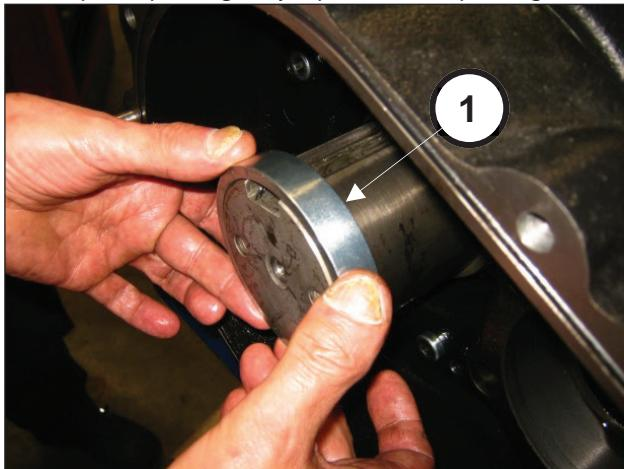
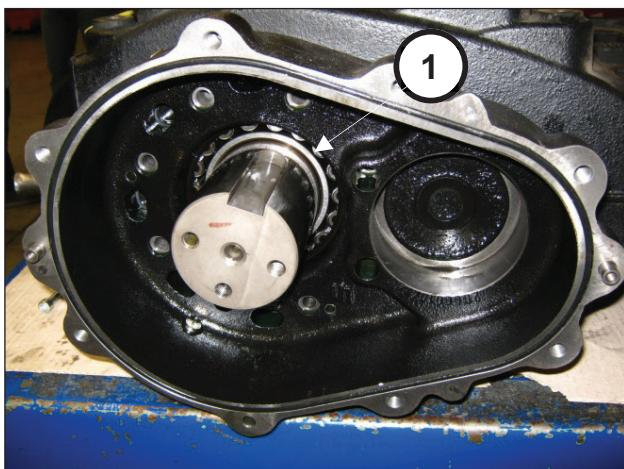

Fig. 72
Fig. 73
Emmancher la bague d'appui de la couronne dans la queue de vilebrequin (rep. ①, Fig. 72) jusqu'en butée (rep. ①, Fig. 73).